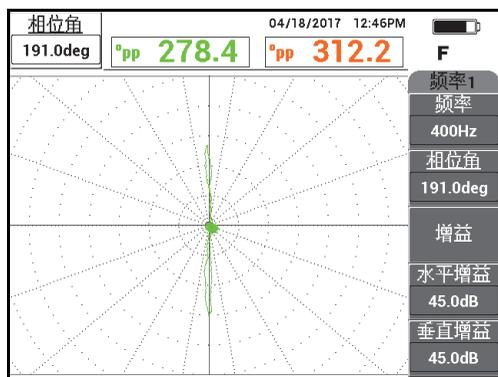

图 5-195 调节信号的相位
4. 按相位角键（◁⊙），然后转动信号，直到仪器屏幕上的穿壁孔信号变成垂直方向（参见第 248 页的图 5-195）。